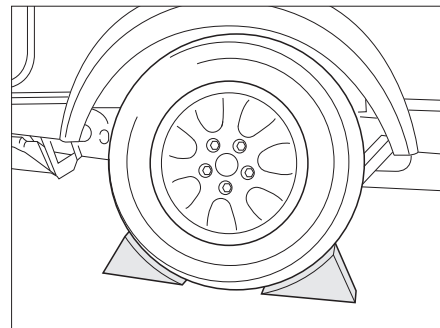

Fig. 160 Asegurar el vehículo
- Colocar zapatas de freno u objetos similares adecuados debajo de la rueda opuesta para asegurar el vehículo (Fig. 160).